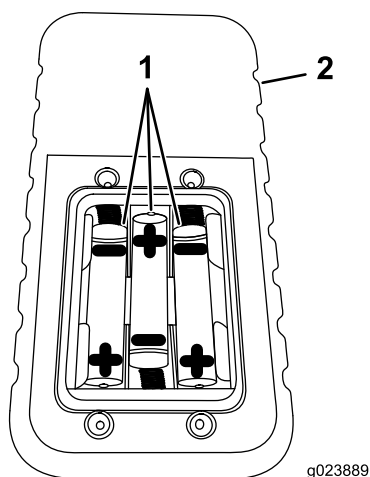

Figure 57
4. Installez 3 piles AAA neuves dans le sens indiqué à la Figure 57.